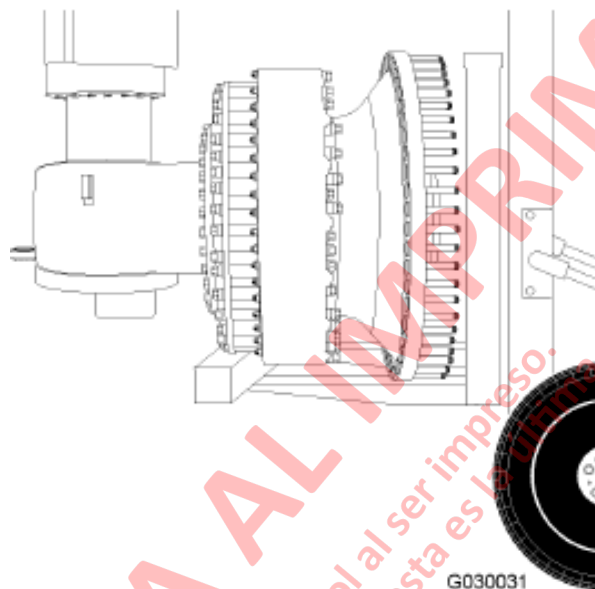

FIGURA 3-3. DISPOSITIVO DE IZAJE TÍPICO Y GRÚA DE HORQUILLA
3. Posicione el eje y el conjunto de cubo de rueda en una grúa horquilla o dispositivo de elevación similar como se muestra en la figura 3-3.